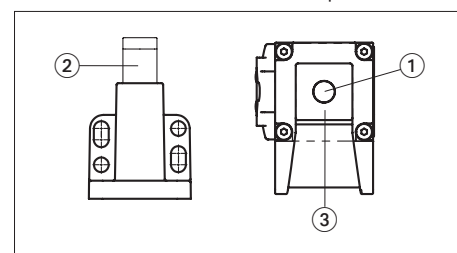

Bild 1: Lesekopf und Betätiger
Im Lesekopf befindet sich ein Auswerfer (1), mit dem beim Entsperrern der Betätiger über die Senke gehoben wird (siehe Bild 1). Der Betätiger besitzt einen federnd gelagerten Zuhaltebolzen (2), in dem sich ein Transponder befindet. Die Zuhaltung ist aktiv, wenn der Auswerfer eingefahren ist und sich der Zuhaltebolzen in der Senke (3) des Lesekopfes befindet.